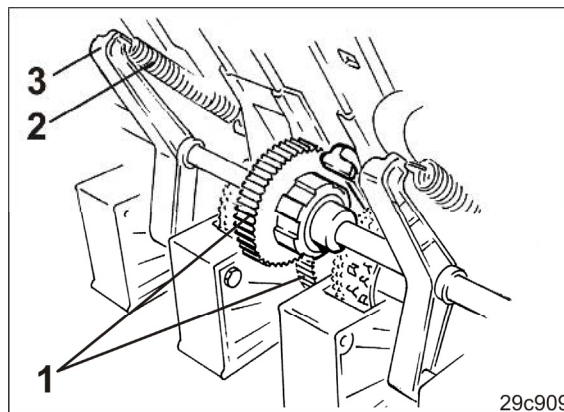

図 233
15. ラップスプリングクラッチとシードシャフト平歯車の歯 (図 233/1) をかみ合わせます。
16. 引張ばね (図 233/2) をピボットベアリング (図 233/3) にかけます。